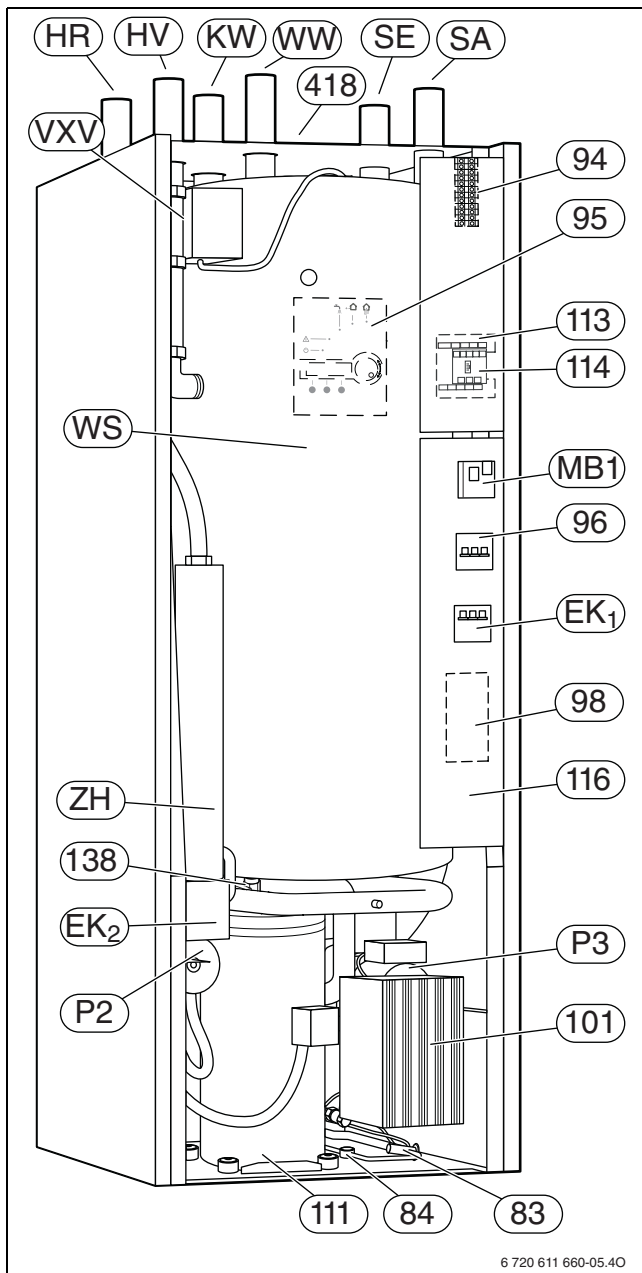

Fig. 5
Typeskiltet (418) sidder på apparatets øverste afdækning (→ fig. 5 eller fig. 6).